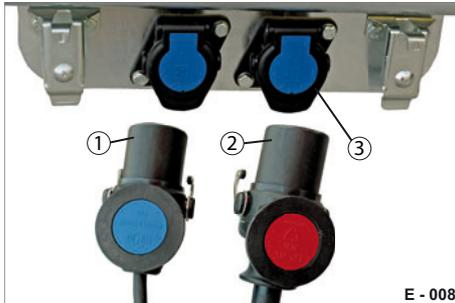

Abb. 15 Parkposition an Rohrzugdeichsel
- ▶ Ziehen Sie den Stecker (Abb. 14/3) aus der Parkdose (Abb. 15/3) heraus - nicht am Kabel ziehen.
- ▶ Verbinden Sie den Elektrik-Stecker (Abb. 15/2) mit der Zugmaschine.